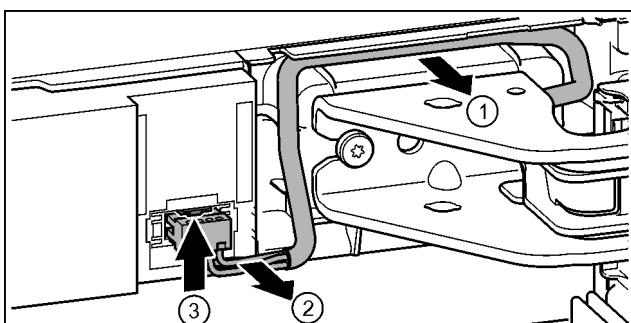

Fig. 23
- ▶ Притисніть з'єднувальну накладку догори та обережно витягніть штекер. Fig. 23 (3)
- ▶ Обережно від'єднайте кабель над опорним кронштейном від направляючої. Fig. 23 (1)
- ▶ Обережно витягніть жили кабелю із каналу. Fig. 23 (2)